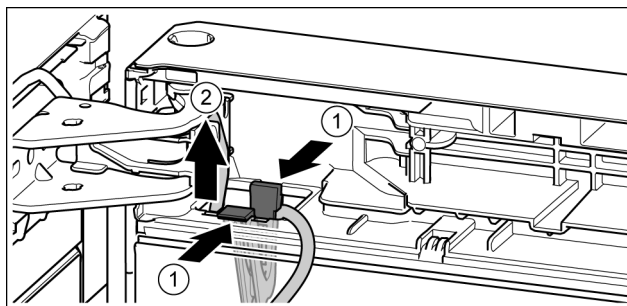

Fig. 20
- ▶ Stlačte strmeň. Fig. 20 (1)
- ▶ Vyťahnite držiak kábla s káblom na ňom upevneným. Fig. 20 (2)